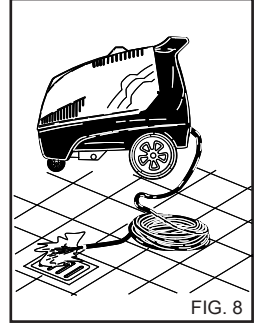

FIG. 8
**pääsisi epäpuhtauksia tai ilmakeuhkia, suosittelemme että käynnistä pesurin ensimmäisellä kerralla ilman karkiosaa ja annan veden juosta muutaman sekunnin ajan. Epäpuhtaudet saattavat tukkia suuttimen ja aiheuttaa toimintahäiriön (fig. 8).**